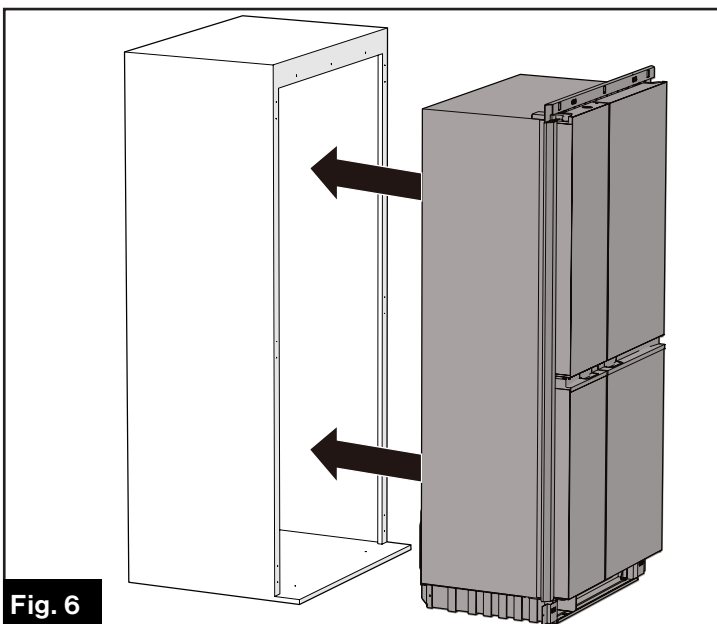
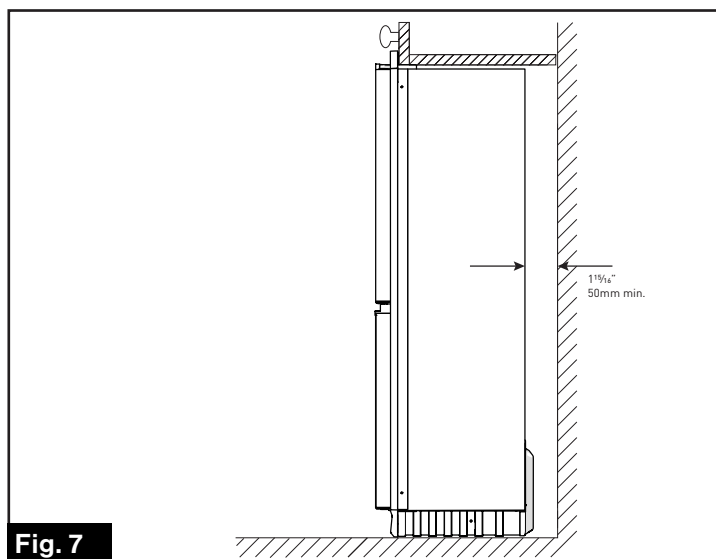

Fig. 6
Fig. 7
5. Mettez le réfrigérateur complètement dans l'enceinte. (Fig. 6) Assurez-vous de laisser un espace minimum de $1\frac{5}{16}$ po (50mm) entre l'arrière du réfrigérateur et l'armoire pour une meilleure circulation de l'air. (Fig. 7)